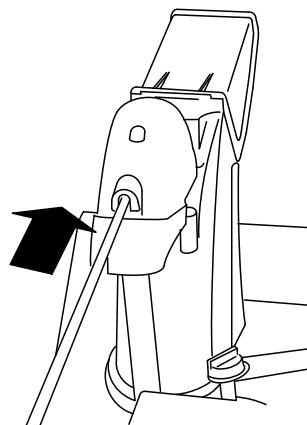

Рисунок 15
- Вставьте передний конец штока в отверстие на задней крышки редуктора желоба так, чтобы он вошел в соприкосновение с редуктором (Рисунок 15).